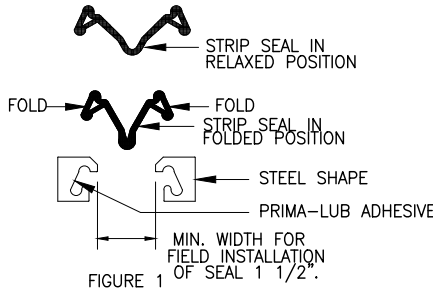
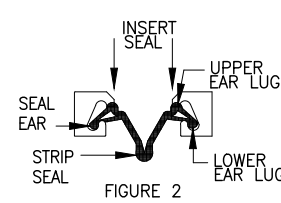

FIGURE 1
FIGURE 2
3. MANUALLY FOLD SEAL AS SHOWN IN FIG. 1, AND INSERT INTO THE OPENING BETWEEN THE EXTRUSIONS. MAKE SURE THAT THE NEOPRENE SEAL IS NOT INSERTED THROUGH AND PAST THE EXTRUSION SEAL CAVITY. ONCE PROPERLY INSERTED, THE BOTTOM HALF OF THE EAR LUGS SHOULD BE AUTOMATICALLY EXTENDED OUTWARD AND SEAT THEMSELVES INTO THE BOTTOM PORTION OF THE EXTRUSION CAVITY. (SEE FIGURE 2)